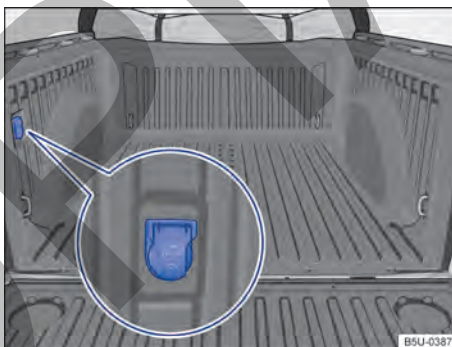

Fig. 124 Compartimento de carga: toma de corriente 12 V.
- La toma de corriente 12 V se puede encontrar en la parte interior del compartimento de carga → fig. 124 (dependiendo de la versión del vehículo puede no estar disponible).